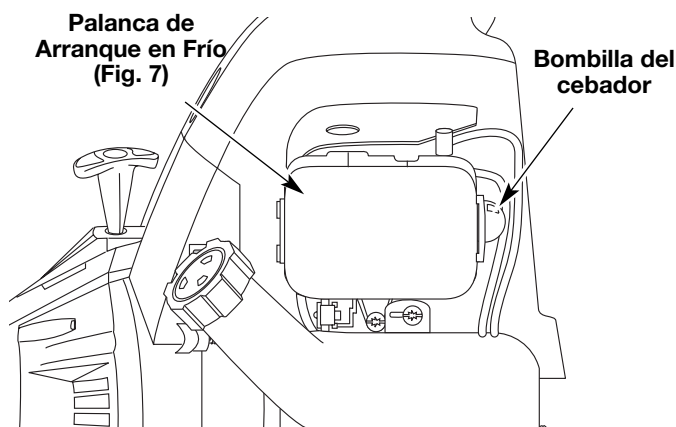

Fig. 12
- 4. Oprima completamente el cebador y suéltelo 10 veces. Hágalo lentamente. Se deberá ver un poco de **combustible en el cebador** y en las tuberías de alimentación de combustible (Fig. 12). Si no puede ver el combustible en el cebador, oprímalo y suéltelo tantas veces como sea necesario hasta que vea combustible en el mismo.